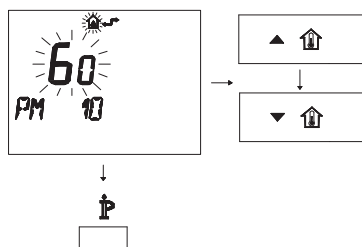

Figura 5.100
- Per modificare il SET programmato agire sui pulsanti ▲🏠 o ▼🏠 e aspettare che il numero programmato cominci a lampeggiare (Figura 5.100).